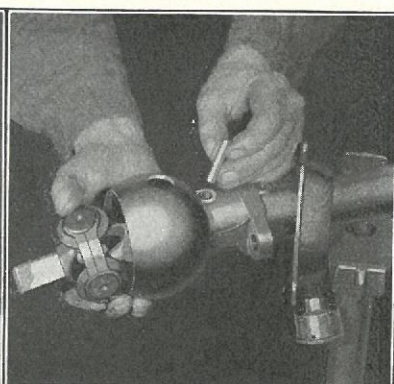
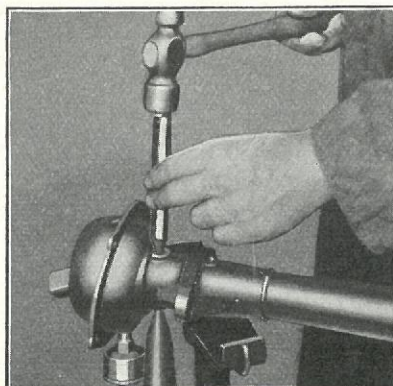

Fig. 346
Fig. 347
- 591** Undersøg Universalleddet. Forvis Dem om, at Tappe og Nagler i Koblingsringen ikke er løse. Hvis der er over 0,006" Slør mellem Tappe og Ring, indsættes et nyt Universalled. Ved Montringen indsættes Universalleddet over Kardanakslens firkantede Ende, idet det presses tilbage paa Akslen, indtil Stift-hullet i Universalledtappene er ud for Hullet i Kardanakslen. Hvis Universalleddet ved Paasætningen ikke gaar saa langt ned, at Hullet for Stiften passer med Hullet i Akslen, saa er det nødvendigt at fræse Flangen paa Bøsningen lidt mere ned. Der skal være 0,002" til 0,005" Spillerum mellem Universalledstapstykket og Bøsningsflangen, naar Stiften er indsat. Naar Hullerne er ud for hinanden, indsættes Universalkoblingsstiften (Fig. 346), som drives i med Hammer og Dorn og nittes for begge Ender gennem Hullet i Koblingshuset (Fig. 347).